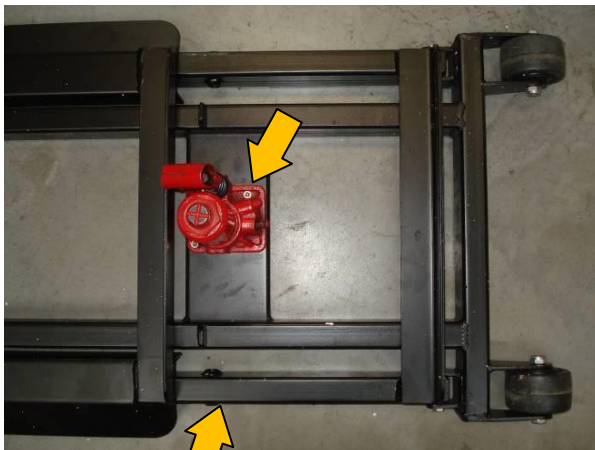

Bild 1
- 1) Platzieren Sie den Hydraulikzylinder (2) am Hauptrahmen (1) mithilfe von den Schrauben und Muttern (A) so wie hierunter abgebildet wird (Bild 1).